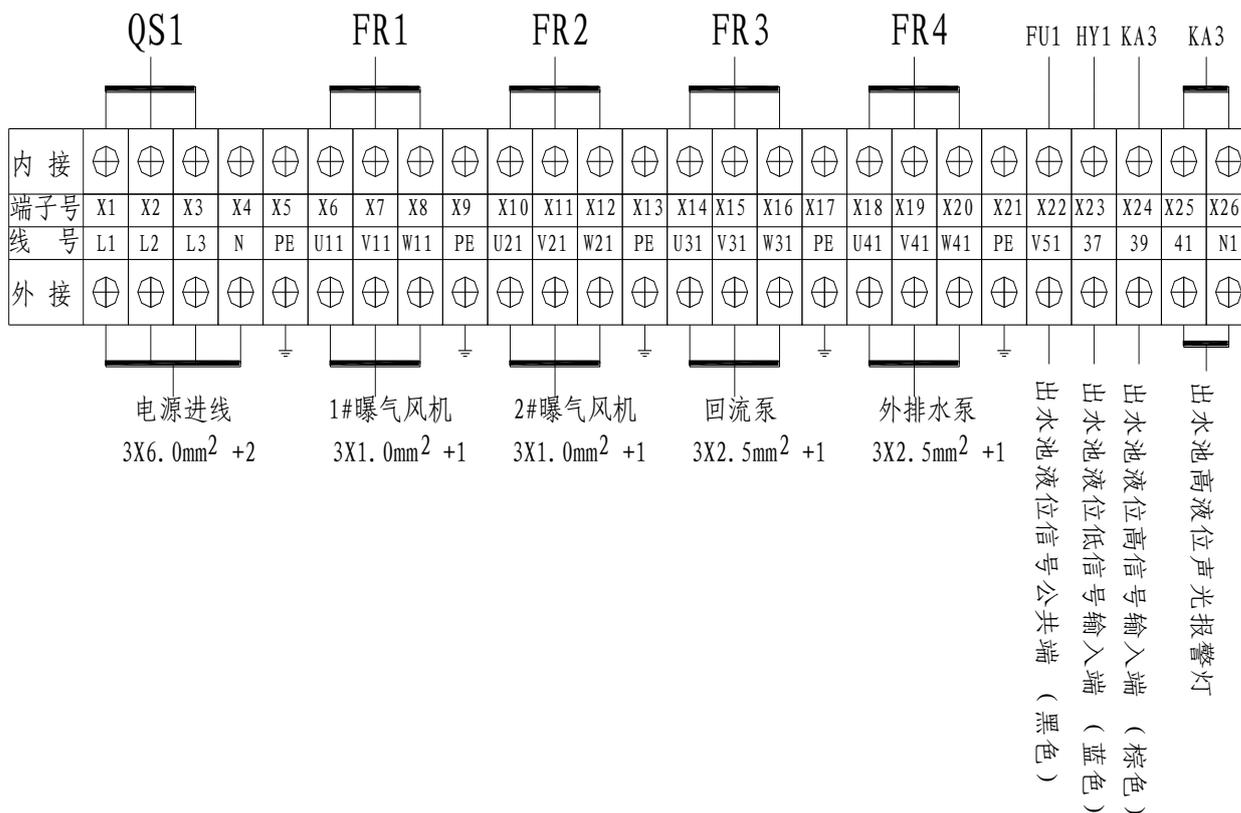

图 5 接线端子示意图
①电控箱内第一排为**断路器**，是一种很基本的低压电器，断路器具有过载、短路和欠电压保护功能，有保护线路和电源的能力。QS1、QF1、QF2、QF3、QF4、QF5、QF6 分别为为总电源断路器、污水提升泵、1#、2#曝气风机断路器、回流泵断路器和外排水泵断路器，最后一个两极断路器用于控制回路的断路器。在实际操作中需要对某个风机或者是泵进行检修时需要将对应的断路器分闸，电机的供电电源切断。此外，当运行方式选择为自动方式时，如果不需要启动自动设置中的某个电机，则对只需要将对应的断路器分闸即可。
②KM1、KM2、KM3、KM4、KM5 为**接触器**，分别对应的是污水提升泵、1#曝气风机、2#曝气风机、回流泵和外排水泵。接触器是用来接通或分断电动机主电路或其他负载电路的控制电器。
③FR1、FR2、FR3、FR4、FR5 均为**热继电器**，分别对应的是污水提升泵、1#曝气风机、2#曝气风机、回流泵和外排水泵。热继电器是在电流过载时使控制电路断开，从而使接触器失电，主电路断开，实现电动机的过载保护。
④KT1 和 KT2 为双设定**时间继电器**。其中 KT1 为风机时间继电器，KT2 为回流泵时间继电器。这种时间继电器可以设定电机的运行和停止时间。调节时间可以转动圆盘，设定 M 时刻度表示分钟，设定 H 时刻度表示小时。
⑤KA1、KA2、KA3 以及 KA4 为**中间继电器**，用于继电保护与自动控制系统中，以增加触点的数量及容量。
⑥d1-d6 为端子堵头。
⑦最下面的一排为接线端子。本设备与外围的连接有进线电源（三相五线制，N 为零线，双色端子接地线），1#、2#曝气风机电源，回流泵、外排水泵电源（三相四线制，双色端子接地线），出水池液位信号（液位计公共端接至 V51 黑色线，低液位信号接至 37 棕色线，高液位信号接至 39 蓝色线）出水池高液位声光报警灯接至 41 和 N1 端子。接线方式如图 5 所示。